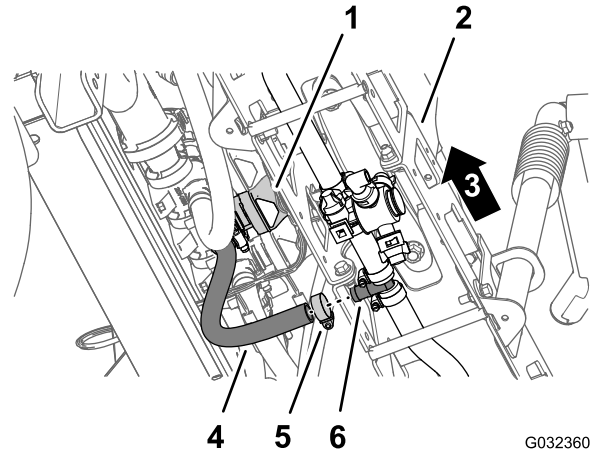

Bild 43
5. Entfernen Sie unter dem mittleren Auslegerabschnitt die Schlauchklemme, mit der der Zulaufschlauch für den Auslegerabschnitt am gezahnten T-Anschlussstück befestigt ist (Bild 43).